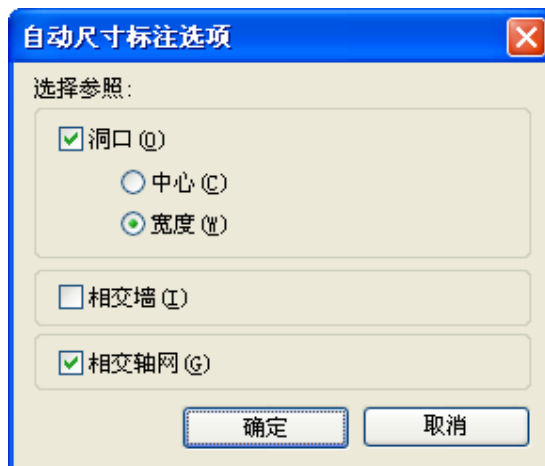

图 3-42
- 3) 单击“注释”选项卡>“尺寸标注”面板>“对齐”命令，设置选项栏拾取后的选项为“整个墙”，单击“选项”按钮，在弹出的“自动尺寸标注选项”对话框中按下图设置，勾选“洞口”、“宽度”、“相交轴网”选项（如图 3-42 所示）。